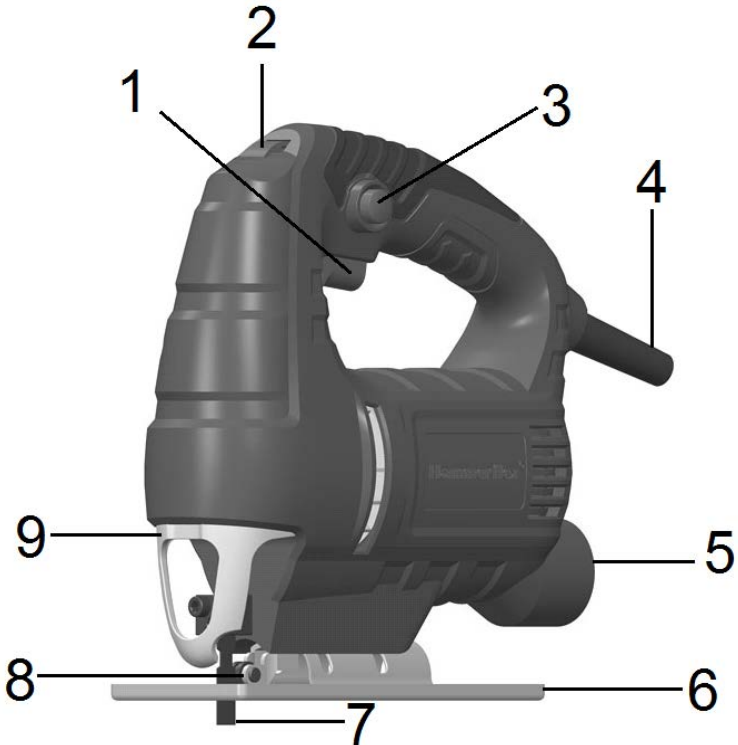

Рис.1
- Вставьте ножовочное полотно в гнездо пилкодержателя. При установке следите за тем, чтобы задняя часть ножовочного полотна попала в паз направляющего ролика (8, Рис.1). Обратите внимание на направление зубцов полотна. Они должны смотреть вперед.
Угол установки основания (6, рис.1) можно регулировать до 45 градусов по отношению к плоскости распиливаемого материала. Для этого поступите следующим образом:
Для повышения точности пиления инструмент оснащен направляющим роликом (8, рис.1). Его необходимо отрегулировать так, чтобы он касался задней кромки пильного полотна во время работы.